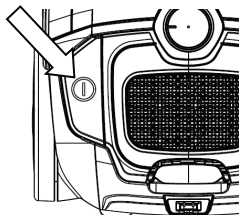

Fig. 4
Apăsați pe întrerupătorul ON/OFF (12) cu piciorul pentru a porni aspiratorul (Fig 4).